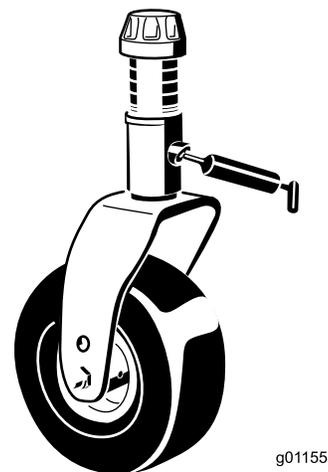

Figura 36
- Boccole (2) dell'albero della forcella della ruota orientabile (Figura 36).